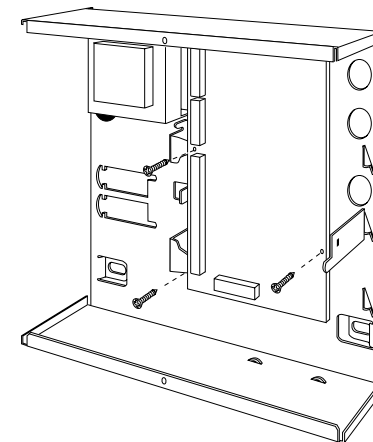

Figure 21. Installation du circuit imprimé principal de la centrale
7. Fixer le circuit imprimé sur son support à l'aide des vis fournies (se reporter à la figure 21 ci-dessous). S'assurer que la partie inférieure gauche du circuit imprimé est bien fixée.